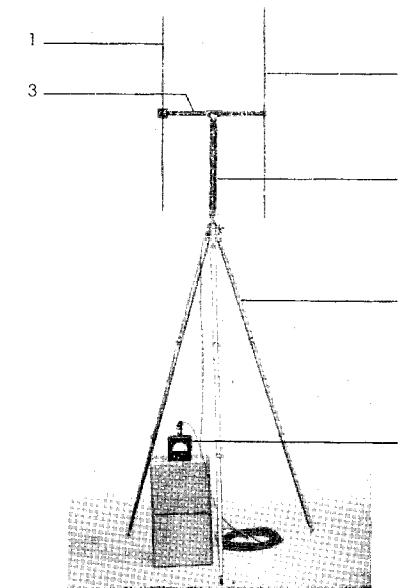

Abb. 4 Antennenabgleichgerät (Meßdipol) in Gebrauchsstellung
- 1 Halbwellenstrahler bestehend aus 2 Stäben mit Gewindeansatz (Abb. 4 Pos. 1),